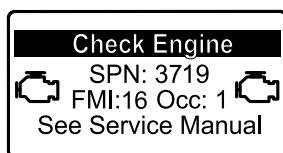

Рисунок 35
- Если необходима регенерация с парковкой, инфо-центр отображает предупреждение по двигателю SPN 3719, FMI 16 (Рисунок 35) и компьютер двигателя снижает его мощность до 85%.